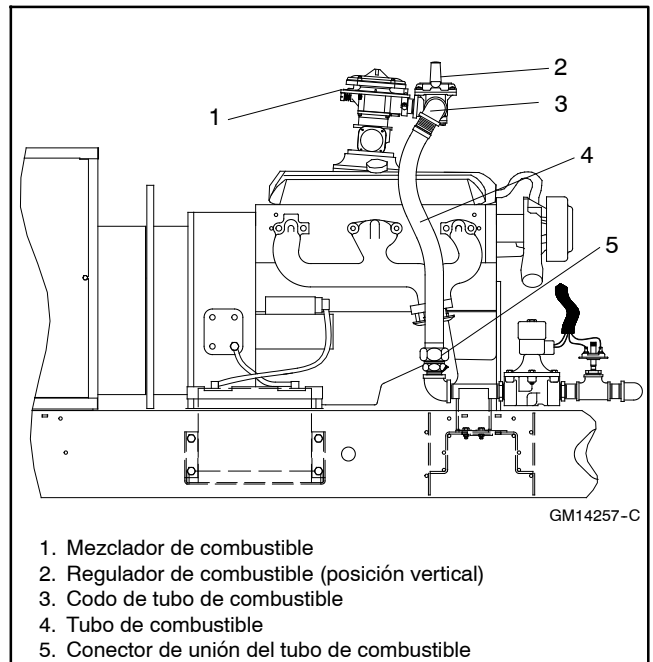
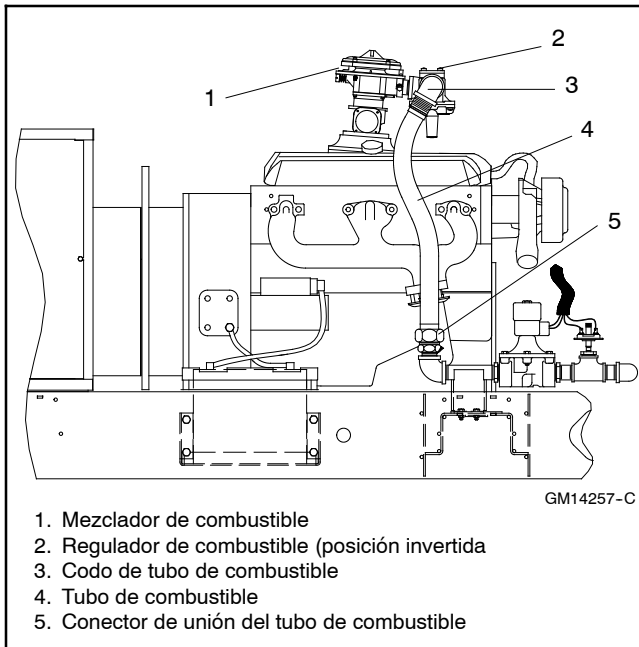

Figura 9-20 Configuración del sistema de combustible de gas natural
Figura 9-21 Configuración del sistema de combustible de vapor de gas LP
La Figura 9-20 y Figura 9-21 muestran los modelos de 50/60 kW; los modelos de 30-45 kW y 80/100 kW son similares.
- d. Desconecte el tubo de combustible en el conector de unión. Consulte la Figura 9-20.